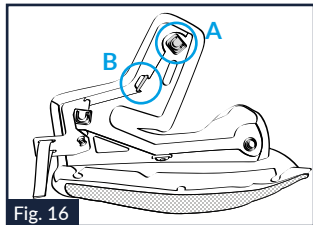

Fig. 16
13.2. Sganciare l'occhiello del telaio posteriore del guanciale in corrispondenza del gancio superiore "A" presente sul suo retro (Fig.16).
13.3. Sfilare la linguetta superiore "B" del telaio dal passante presente sul retro del telaio stesso (Fig.16).
13.6. Rinfilare la linguetta superiore "B" del telaio nel passante presente sul retro del guanciale e riagganciare l'occhiello in corrispondenza del gancio superiore "A" presente sul retro (Fig.16).
14.2. Sganciare l'occhiello del telaio posteriore del guanciale in corrispondenza del gancio superiore "A" presente sul suo retro (Fig.16).
14.3. Sfilare la linguetta superiore "B" del telaio dal passante presente sul retro del telaio stesso (Fig.16).
14.5. Rinfilare la linguetta superiore "B" del telaio nel passante presente sul retro del guanciale e riagganciare l'occhiello in corrispondenza del gancio superiore "A" presente sul retro (Fig.16).